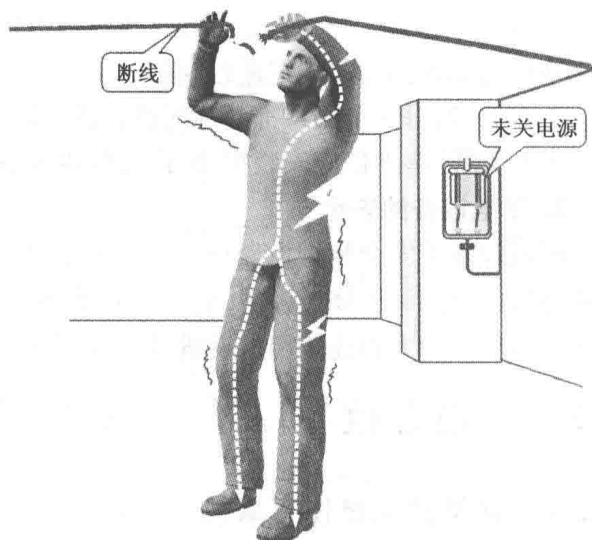

图 1-11 维修断线带电的单相触电示意图
①室内单相触电。通常情况下,电气安装时出现的单相触电事故,大多是由于电气安装人员在未关断电源且未做好操作前防护的情况下造成的。手触及到断开电线的两端即造成单相触电。图 1-11 所示为维修断线带电的单相触电示意图。